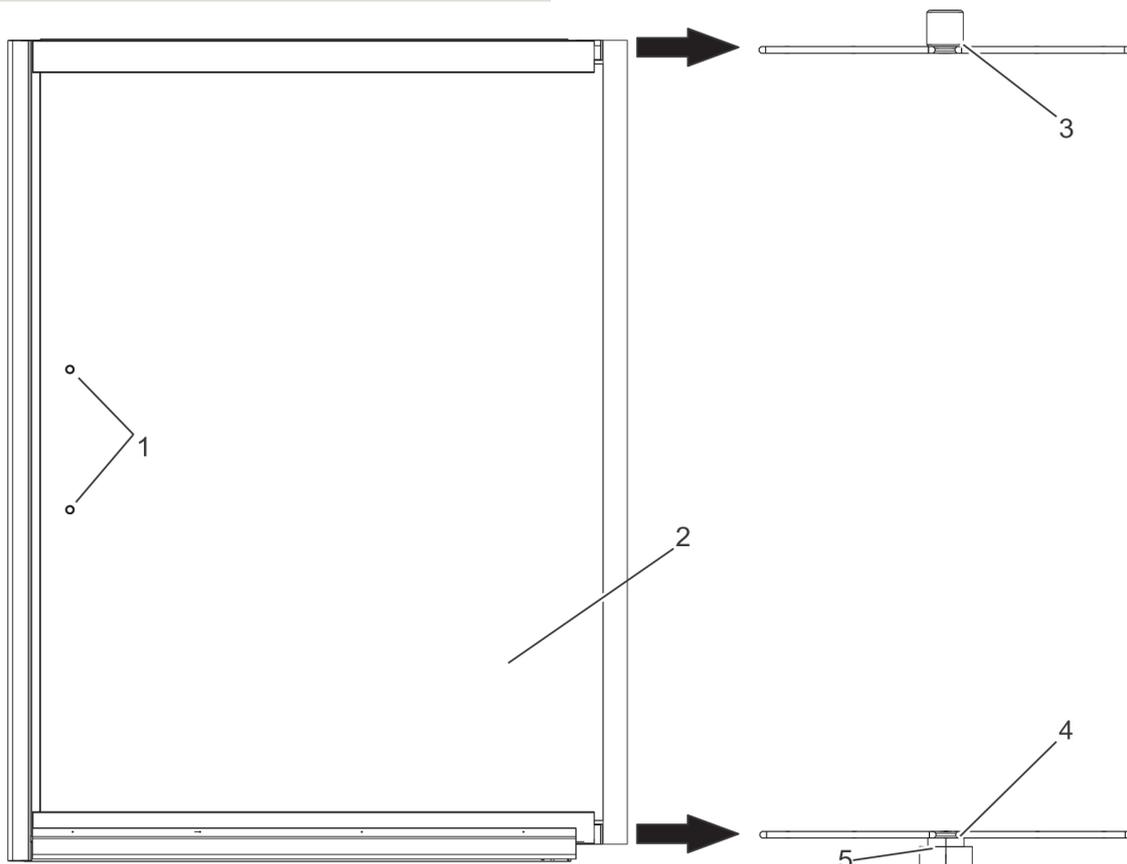

Рис. 86 Вставка створки (неподвижный турникет)
1. Вставить нижний подшипник в корпус подшипника (рис. 86/5) в соответствии с инструкциями производителя и смазать его.
2. Извлечь транспортировочные удерживающие устройства на нижней и верхней кромках створки (рис. 86/2).
Установить первую створку (рис. 86/2) задней стороной перед передней и нижней крестовинами (рис. 86/3 + 4), как показано на рис. 86. При этом может понадобиться опустить и повторно отрегулировать верхнюю крестовину (рис. 86/3).
Аккуратно вставить створку (рис. 86/2) в нижнюю и верхнюю крестовины (рис. 86/3 + 4). При необходимости (рис. 86/2) вынуть накладку из верхней крестовины (рис. 86/3) во время вставки створки.
5. Соединить верхнюю крестовину (рис. 86/3) со створкой.
6. Соединить нижнюю крестовину (рис. 86/4) со створкой.
7. Вставить вторую створку (рис. 86/2), как описано на этапах 3-6, и соединить ее с крестовинами (рис. 86/3 + 4).
8. Установить третью створку, как описано на этапах 3-6, и соединить ее с крестовинами (рис. 86/3 + 4).
9. Проложить соединительный кабель створки сверху через зубчатый вал в приводе к верхней крестовине (рис. 86/3) и при необходимости подключить его к кабелям створки.
10. Установить четвертую створку (рис. 86/2) задней стороной перед передней и нижней крестовинами (рис. 86/3 + 4), как показано на рис. 86. При этом может понадобиться опустить и повторно отрегулировать верхнюю крестовину (рис. 86/3).
17. Соединить верхнюю крестовину (рис. 86/3) со створкой.
18. Соединить нижнюю крестовину (рис. 86/4) со створкой.
23. При необходимости установить ручки в предварительно просверленные отверстия (рис. 86/1) в створках (рис. 86/2).